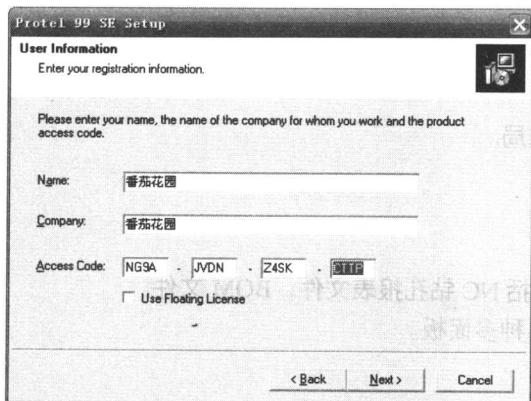

图 1-2 Protel 99 SE 的用户信息和使用许可码
(2) 单击 **Next >** 按钮，弹出如图 1-2 所示的对话框，在该窗口中输入相关内容即可。